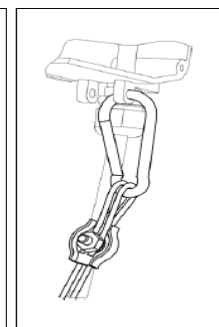

Abb. 29
- Zugentlastung am Gehäuse montieren (siehe Abb. 29)